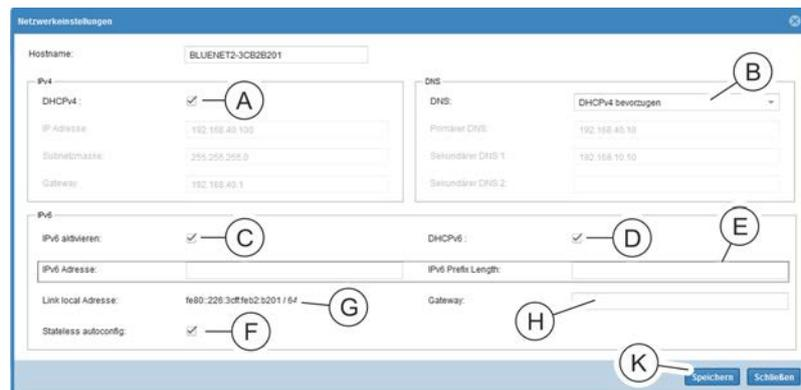

Abb. 224: Fenster "Netzwerkeinstellungen"
2. Im Fenster "Netzwerkeinstellungen" im Bereich „IPv4“ die Checkbox „DHCPv4“ aktivieren (Abb. 224/Ⓐ).
Im Bereich „DNS“ (Abb. 224/Ⓑ) den Parameter "DHCPv4 bevorzugen" oder "DHCPv6 bevorzugen" auswählen.
4. Im Bereich „IPv6“ ggf. die Checkbox „IPv6 aktivieren“ (Abb. 224/Ⓒ) anklicken. Wenn „IPv6“ aktiviert ist, wird eine „Link local Adresse“ (Abb. 224/Ⓓ) automatisch auf der PDU gesetzt.
5. Wenn die Checkbox „IPv6 aktivieren“ angeklickt ist, bei Bedarf die Checkbox „DHCPv6“ (Abb. 224/Ⓔ) aktivieren.
Alternativ die Checkbox „DHCPv6“ nicht aktivieren und IPv6-Adresse und IPv6-Prefix-Length manuell eintragen (Abb. 224/Ⓔ).
6. Bei Bedarf im Bereich „IPv6“ einen Gateway eintragen (Abb. 224/Ⓕ).
7. Bei Bedarf im Bereich „IPv6“ die Checkbox „Stateless autoconfig“ (Abb. 224/Ⓖ) aktivieren.
8. ➔ Eingabe über die Schaltfläche „Speichern“ (Abb. 224/Ⓢ) bestätigen.